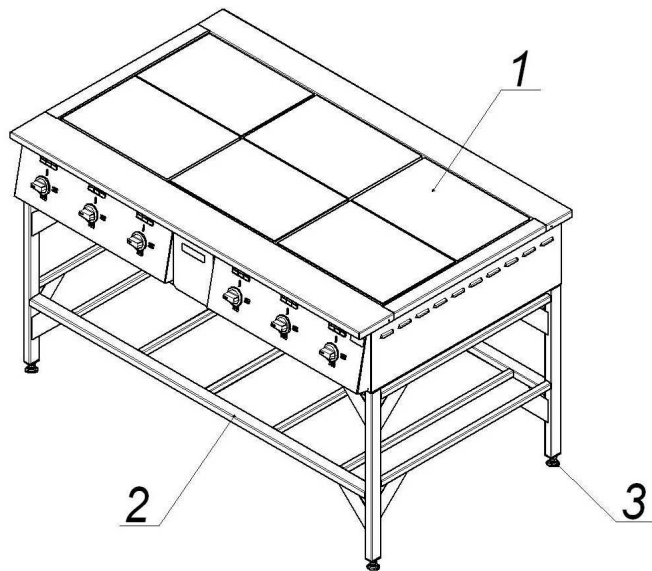
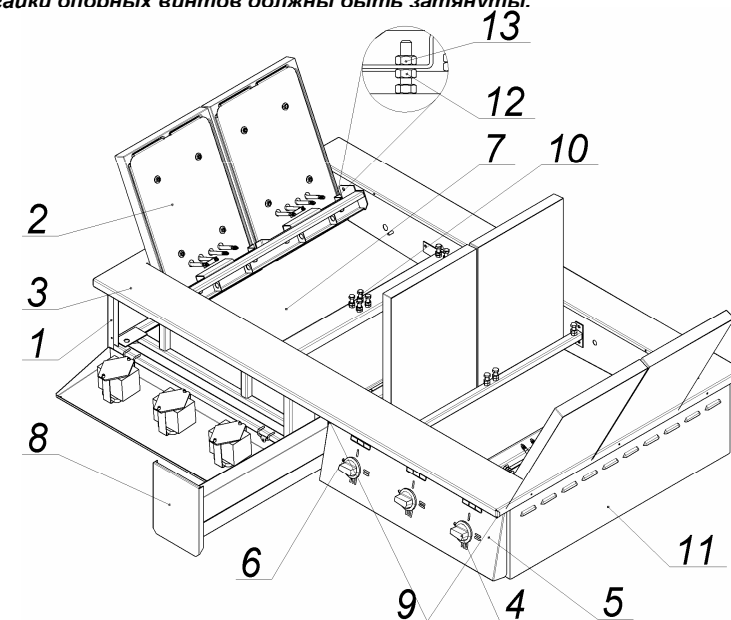

Рис.1
Рис. 2
4.3 Собственно плита (рис.2) установлена на каркасную раму (рис.1, поз.2) и состоит из каркаса (поз.1), с закреплёнными на нём шестью конфорками (поз.2), столом (поз.3), облицовочными (поз.11) и лицевыми панелями (поз.5).
- лицевые панели (поз.5) с переключателями (поз.4) и сигнальными лампами (поз.6) могут быть открыты (см. рис.2), для чего необходимо вывернуть винты (поз.9), крепящие лицевые панели к каркасу (поз.1) плиты.
- эксплуатировать плиту без лотка (рис.2, поз.8);
6.9 Отвернуть винты (рис.2 поз.9), откинуть лицевую панель (рис.2 поз.5) панели плиты.
7.2 Установите рукоятки переключателей мощности конфорок (рис.2, поз.4) в положения I, II или III (должны загореться сигнальные лампы рис.2, поз.6) в зависимости от требований технологии тепловой обработки продуктов.
7.5 После окончания приготовления продуктов отключите напряжение, подаваемое на нагревательные элементы конфорок, установив рукоятки переключателей конфорок (рис.2, поз.4) в положение «0» (сигнальные лампы должны погаснуть).
7.8 Выкатите лоток (рис.2, поз.8), очистите, затем установите лоток на место.